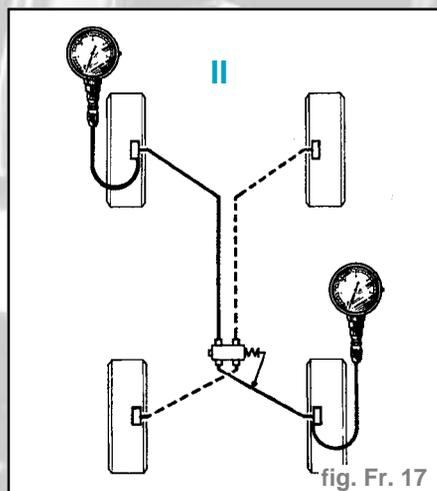

fig. Fr. 17
- II : avant gauche / arrière droit (fig. Fr. 17).